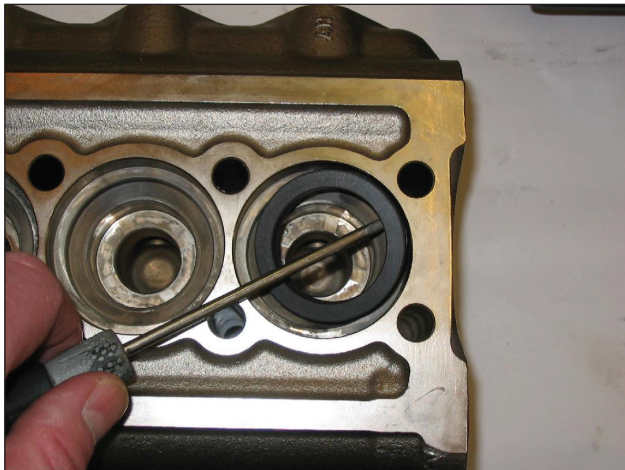

图21
C) 从泵头抽出高压密封圈，从相应底座抽出低压密封圈，可使用如图21所示的简单工具，注意不要损坏各自的底座。
注意如图21所示的密封圈组的拆卸顺序，它包括：